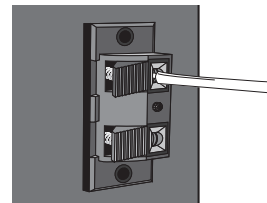

figure 10
4. Release toggle to secure wire in connector **(figure 10)**.
Relâcher le bouton presseur pour fixer le fil dans la borne **(figure 10)**.